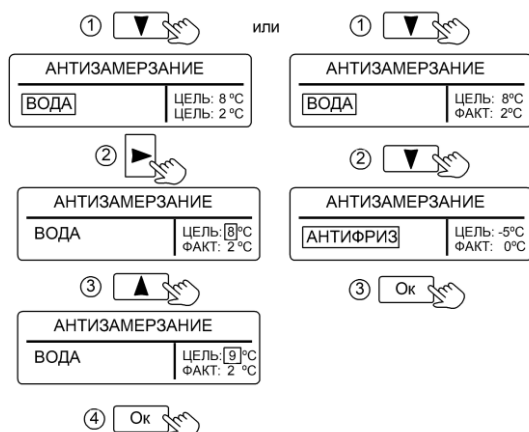

Рисунок 6. Настройка режима «АНТИЗАМЕРЗАНИЕ»
10.1.1 При выборе в качестве теплоносителя **«ВОДА»** (см. рис. 6), нагрев теплоносителя производится на два градуса выше заданной величины.
Имеется возможность настройки температуры теплоносителя (см. рис. 6).